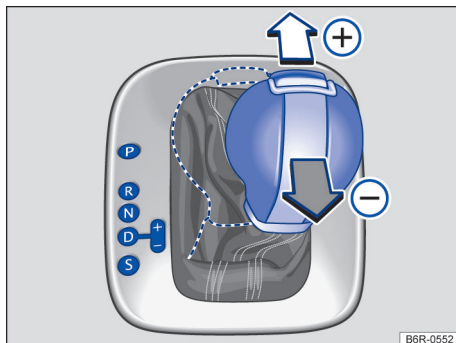

Fig. 86 Alavanca seletora na posição Tiptronic.
- Mover a alavanca seletora para frente (+) ou para trás (-) para aumentar ou diminuir a marcha → Fig. 86.